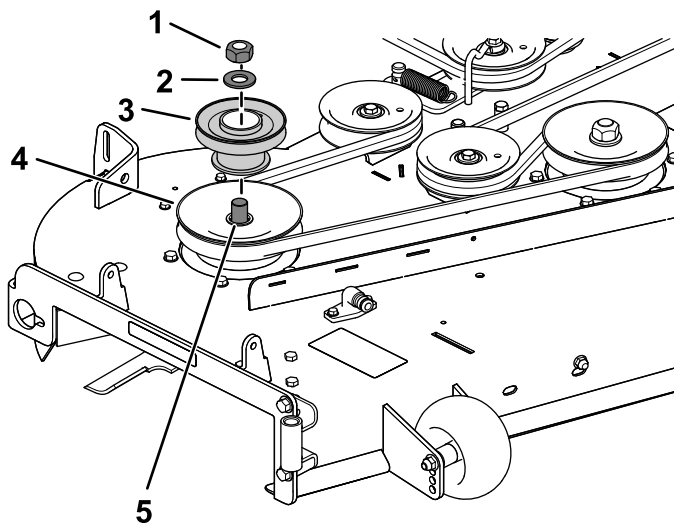

Figura 10
2. Instale o conjunto da polia na polia direita da plataforma do cortador com a porca e anilha previamente removidas (Figura 10).